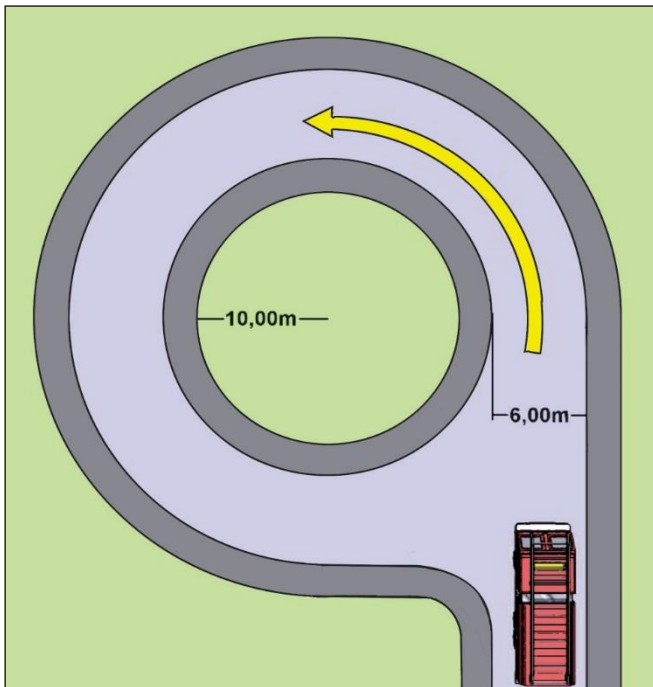
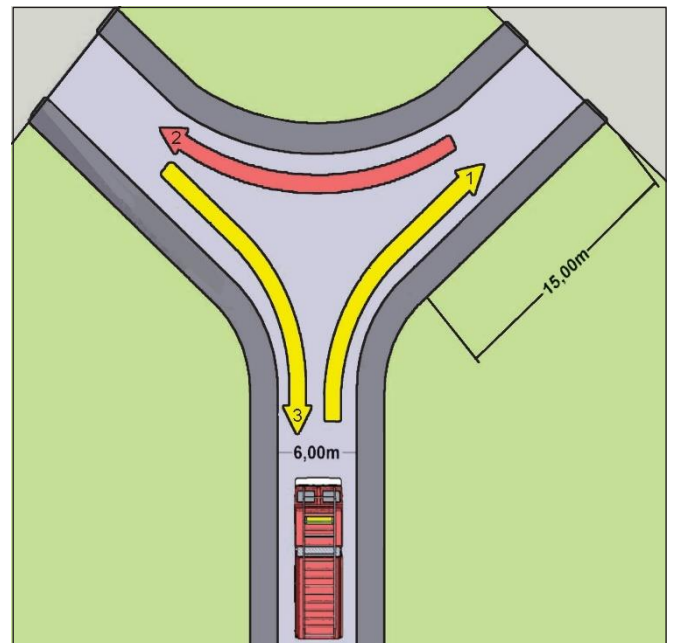
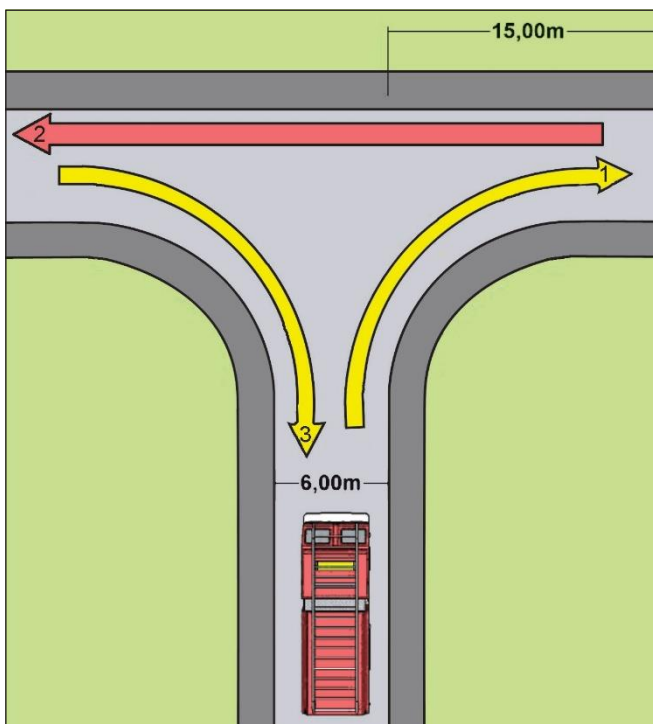

Figura 1: Retorno circular.
Figura 2: Retorno em formato de "Y".
Figura 3: Retorno em formato de "T".
4.1.4 A via urbana que exceda 45 m de comprimento deve possuir retorno circular (Figura 1), retorno em formato de “Y” (Figura 2) ou retorno em formato de “T” (Figura 3), respeitadas as medidas mínimas indicadas.